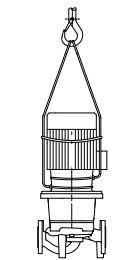

Рис. 29: Транспортировка насоса
- Проушины для транспортировки на моторе служат при этом только для задания направления при захвате груза (рис. 29).